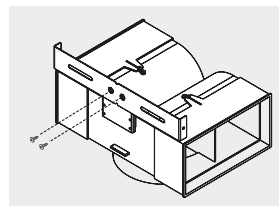

Figura 5
- Fije el soporte del deflector al soporte de fijación del cubreductos, usando 2 tornillos M4X6, como se muestra en la (figura 5)